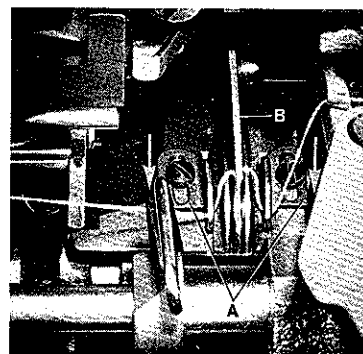

Fig. 28
Repositioning eyelets (A, Fig.28) in direction of the arrows to the front increases the amount of looper thread in the system, repositioning to the rear decreases the amount of thread in system.
Durch Verschieben der Fadenführungen (A, Fig.28) in Pfeilrichtung nach vorne wird mehr durch Verschieben nach hinten wird weniger Greiferfaden abgezogen.
The finger (B, Fig. 28) controls the looper thread after "cast-off", it prevents the looper thread from being wiped under the blade of the looper, when the looper moves from the right to the left. Set the finger (B) accordingly and make sure that it centers exactly between the take-up discs.
Der Finger (B, Fig. 28) kontrolliert den Greiferfaden nach dem "Abspringen", er verhindert, daß der Greiferfaden unter die Greiferklinge gezogen wird, wenn sich der Greifer von rechts nach links bewegt. Stellen Sie den Finger (B) entsprechend und beachten Sie, daß er genau mittig zwischen den Aufnehmerscheiben steht.